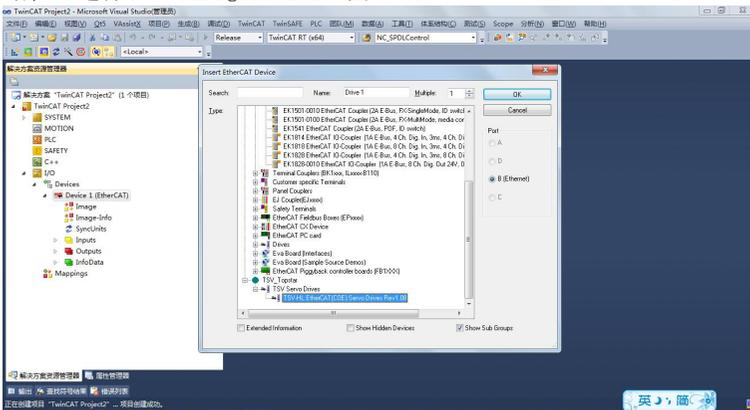
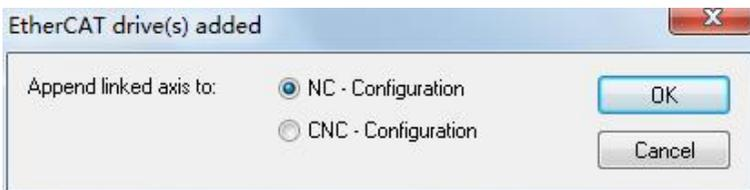

图 6
图 7
6、添加从站驱动器，右键 Device1 选择添加新项，选择久同 TSV 伺服驱动器（图 6），弹出对话框，选择 NC-Configuration（图 7）。